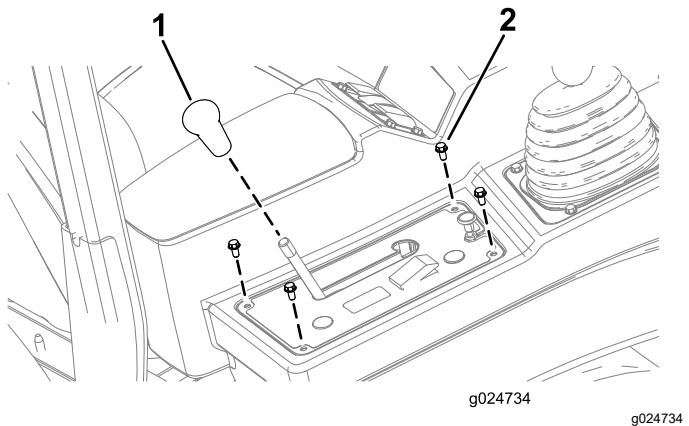

図 13
1. デファレンシャルロックのロッドについているノブを外す図 13。